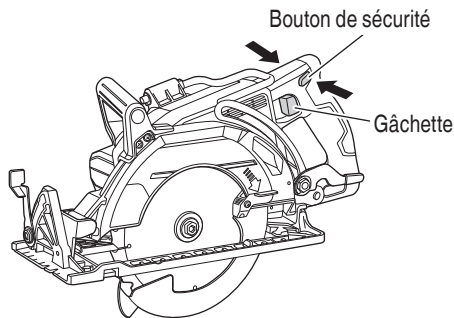

Fig. 25
3. Fonctionnement de l'interrupteur (Fig. 25)